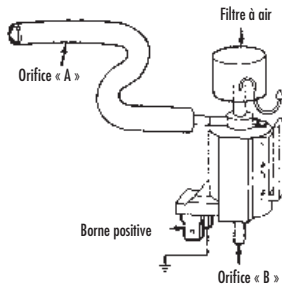

FIGURE 13: ÉLECTROVALVE DE DÉPRESSION DE COMMANDE DE RALENTI
- 1) Débrancher le raccord à vide et le connecteur électrique du solénoïde. Raccorder la pompe à l'orifice « B » et essayer de faire le vide. La dépression devrait se dissiper par l'orifice « A » (FIGURE 13).